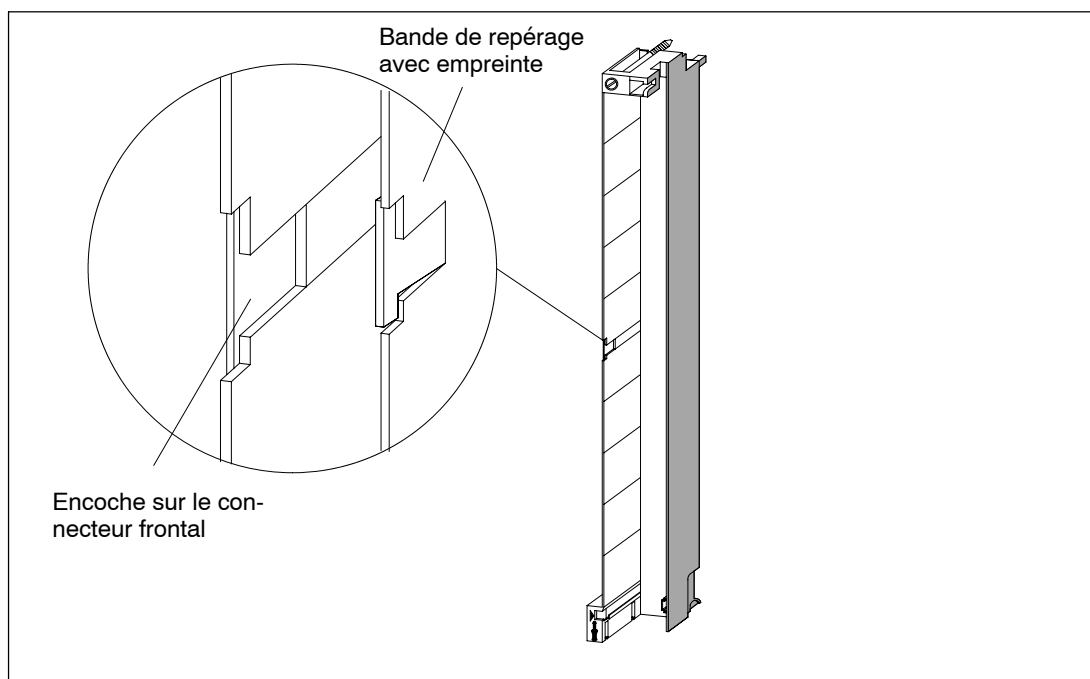

Figure 4-19 Mise en place de la bande de repérage dans le connecteur frontal
2. Fixez l'une de ces deux bandes à l'intérieur du connecteur ouvert, du côté gauche. La bande de repérage porte au milieu une empreinte en T qui vous permet de la fixer sur le boîtier du connecteur. Pour la mettre en place, repoussez l'empreinte légèrement de côté et veillez à ce qu'elle vienne s'engager dans l'encoche sur le connecteur frontal (voir figure 4-19).
La figure 4-19 montre dans le détail la mise en place de la bande de repérage à l'intérieur du connecteur frontal.